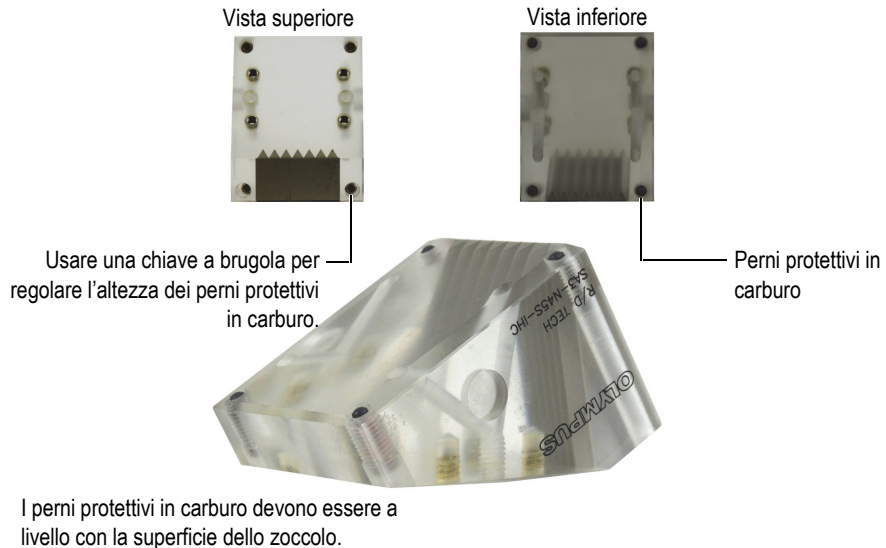

Figura 2-17 Regolazione dei perni protettivi in carburo dello zoccolo
Gli zocchi sono progettati per combinarsi a un trasduttore o a una sonda phased array per assicurare una diffusione ottimale degli ultrasuoni sulla superficie da ispezionare e per distribuire correttamente il flusso dell'accoppiante. Per limitare l'usura dello zoccolo, i perni protettivi in carburo possono essere inseriti in ogni angolo della superficie di contatto dello zoccolo (Figura 2-17 a pagina 53).
- ◆ Usare una chiave a brugola per regolare l'altezza dei perni protettivi in carburo su ogni zoccolo montato. Assicurarsi che la parte superiore dei perni siano a livello con la superficie dello zoccolo (Figura 2-17 a pagina 53).